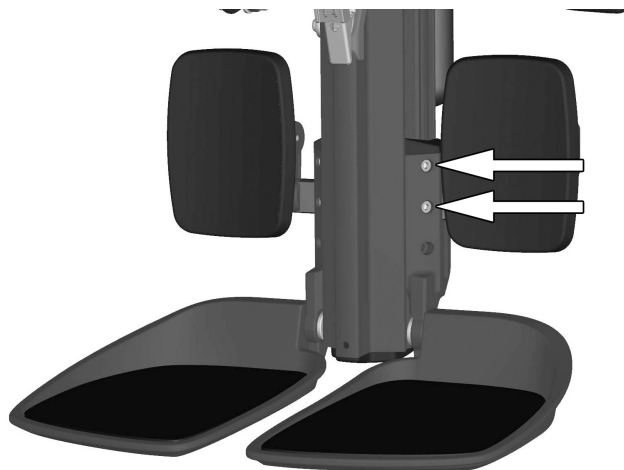

Abbildung 213. Die Höhe der Fußplatten wird mit je zwei Schrauben fixiert.
1. Lösen Sie die beiden Schrauben an der jeweiligen Fußplatte. Siehe Abbildung.213